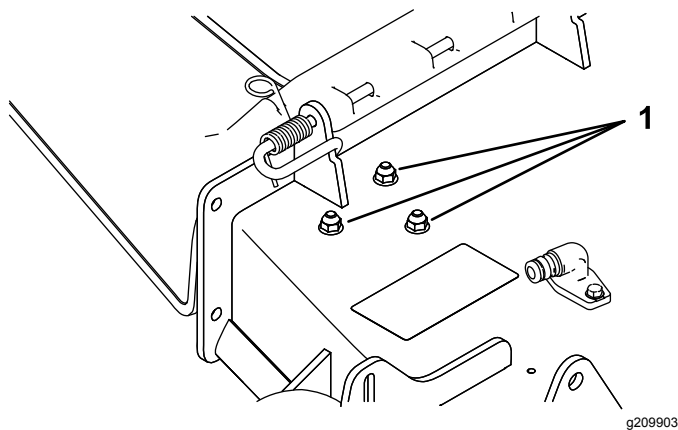

Figure 5
- Retirez les écrous et les boulons aux emplacements indiqués à la Figure 5.